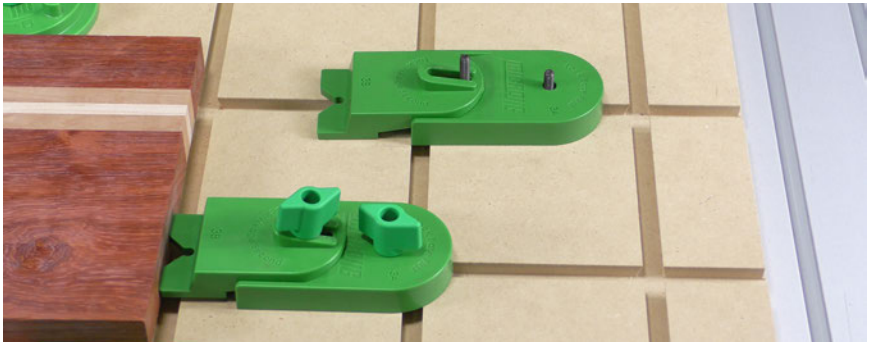

Fig 5b - Montage der Ramp Clamp 2
- 5.6. Der Schieber 3B wird so auf den Sockel 3A aufgesetzt, dass die Schienenschraube in der Rampe durch den Schlitz im Schieber 3B verläuft. (Fig 5b)